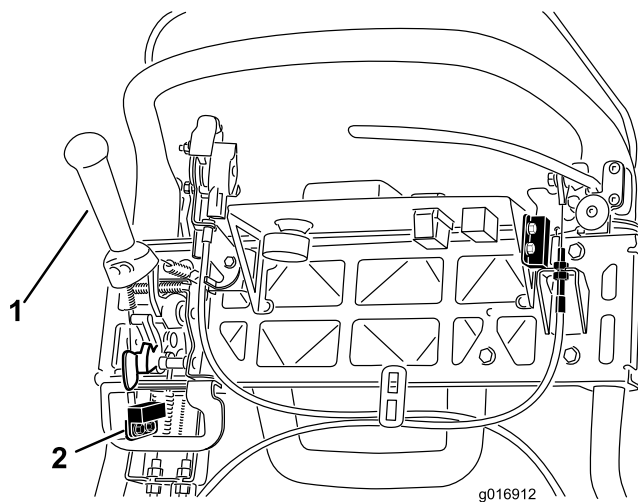

図 38
4. インタロックスイッチを固定しているねじをゆるめる 図 38。
5. 走行レバーとインタロックスイッチとの間に厚さ 1.6 mm のシムをはさむ 図 38。